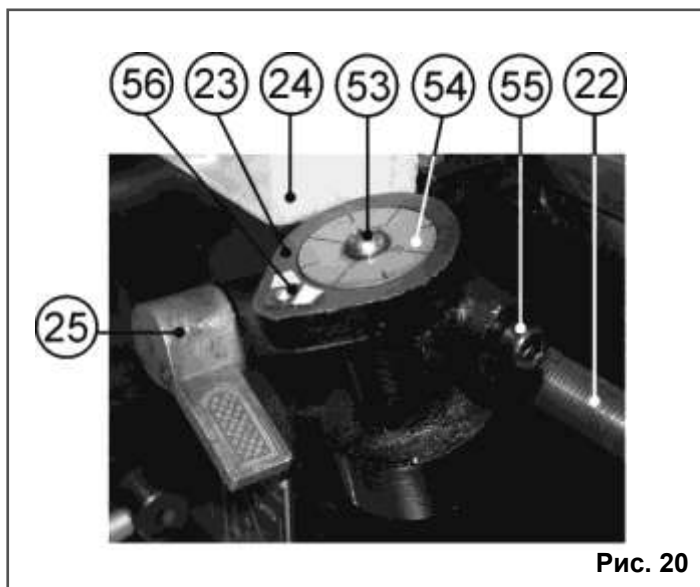
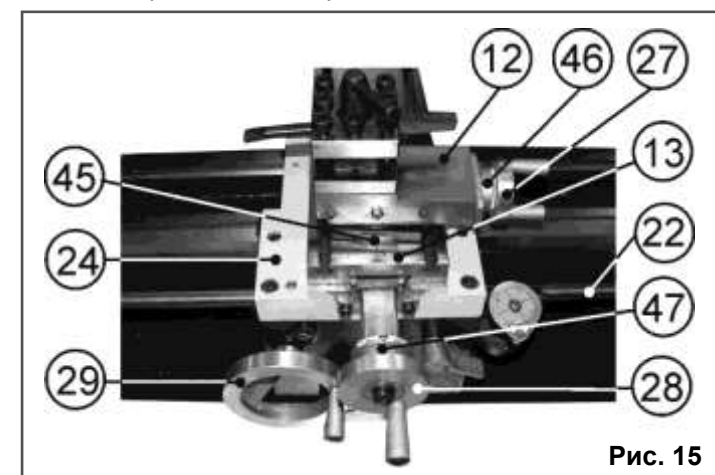

Рис. 20
Рис. 15
10.8.6. Маховиком подачи поперечного суппорта (28), Рис. 2, установите глубину резания, не превышая 0,2 мм за один проход. Опустите вниз ручку управления разъемной гайкой ходового винта (25) и начните нарезание резьбы, Рис. 20.
10.8.7. По мере приближения резца к концу резьбы, отведите резец, используя маховик подачи поперечного суппорта (28), Рис. 15. Поднимите вверх ручку управления разъемной гайкой ходового винта (25), Рис. 20. Вращая маховик ручной подачи каретки (29), Рис. 15, отведите каретку назад к началу нарезания резьбы. Наблюдайте за вращающимся диском (54) индикатора нарезания резьбы (23). По мере совмещения метки (56) на корпусе индикатора нарезания резьбы (23) и ранее выбранного вами по таблице 5 числа индикаторного диска (54), резко опустите вниз ручку управления разъемной гайкой ходового винта (25) и начните нарезание резьбы. Повторяйте цикл нарезания резьбы до окончательных размеров.
### 10.3. Точение (Рис. 15)
10.3.1. Установка и подача резца в продольном направлении станины (20) станка, Рис. 2, производится вращением маховика ручной подачи каретки (29), Рис. 15.
10.3.2. Точная установка и подача резца в продольном направлении производится маховиком подачи (27) поворотного суппорта (12), установленного параллельно ходовому винту подачи каретки (22), что соответствует совмещению метки на поперечном суппорте (13) и нулевой отметки шкалы (45) поворотного суппорта (12), Рис. 15.
10.3.3. Расстояние прохождения резца контролируется по шкале лимба (46), (1 деление = 0,025 мм), Рис. 15.
10.3.4. Установка и подача резца в поперечном направлении (установка глубины точения, торцевое точение) производится вращением маховика подачи поперечного суппорта (28), Рис. 15.
10.3.5. Глубина подачи резца в поперечном направлении контролируется по шкале лимба (47). При этом, глубина точения за один проход не должна превышать 0,3 мм (1 деление лимба=0,025 мм), Рис. 15.
10.3.9. Обнуление лимбов (46, 47) поперечного и поворотного суппортов производится вращением от руки соответствующего лимба до совмещения рисок нулевых отметок, Рис. 15.
10.7.8. По мере приближения резца к концу нарезаемой резьбы отведите резец (35), используя маховик подачи поперечного суппорта (28), п.10.3., Рис. 15, а переключателем направления вращения шпинделя (6), Рис. 14, включите в обратном направлении. **Не переключайте ручку управления разъемной гайкой ходового винта (25) при выполнении операции нарезания резьбы до конца изготовления резьбы, Рис. 20.**